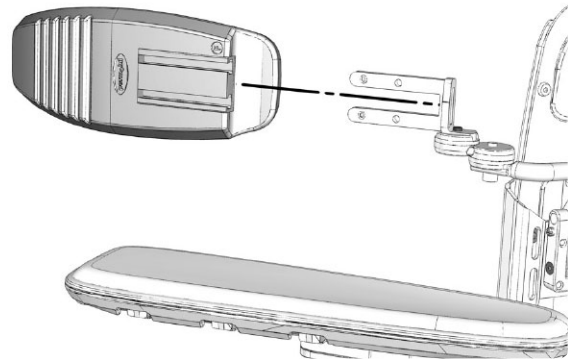

Bild 4. Montera dynan genom att föra bålstödet två tappar in i dynans UniTrack-skena.
5. Montera dynan (Beställes separat) genom att föra bålstödet två tappar in i dynans UniTrack-skena, se bild. Fixera i genom att dra åt skruven på resp. tapp, se bild 4.